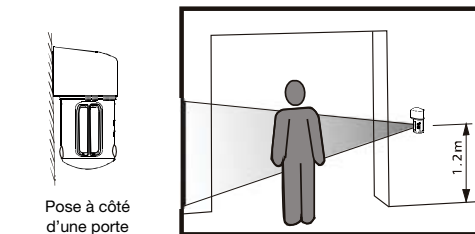

Fig. 7
5. A côté d'une porte. La hauteur optimale est de 1,2 m. Fig. 7.